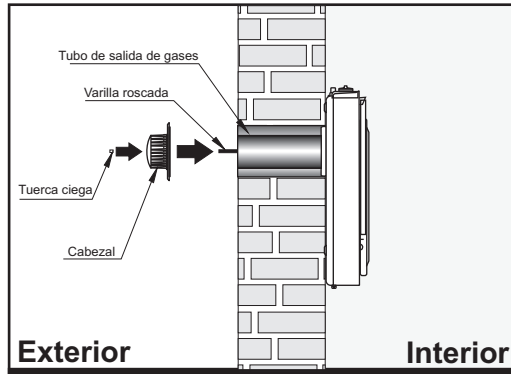

Fig.14
- Desde el exterior, inserte el accesorio verificando que la varilla roscada pase por el agujero central del Cabezal, conectando luego al mismo los tubos de salida de gases y de entrada de aire (Fig. 14). Coloque la tuerca ciega en la varilla roscada y ajústela a fondo con un destornillador.